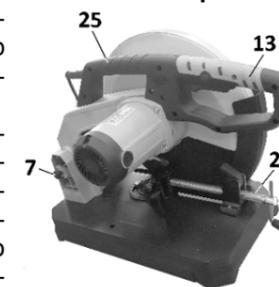

Рис.4
8. ТРАНСПОРТНОЕ ПОЛОЖЕНИЕ, МОНТАЖ (Рис. 4, 5)